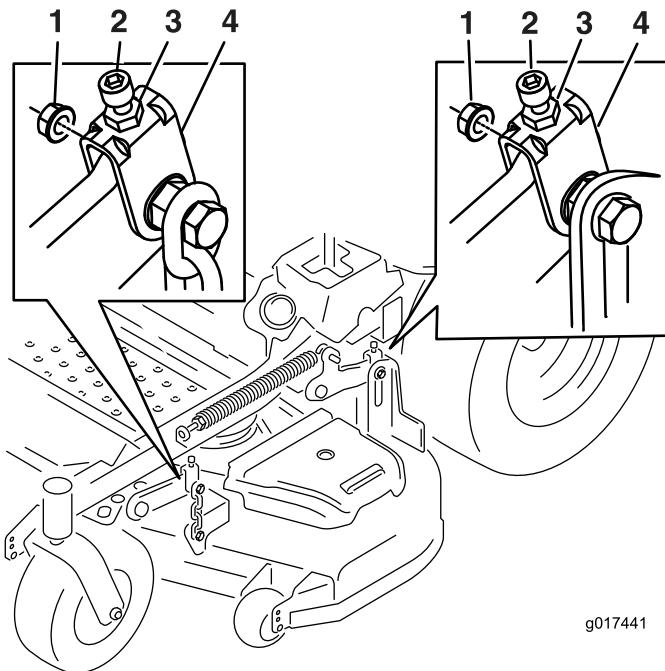

Bild 76
Einstellschraube, um eine Höhe von 7,6 mm zu erhalten (siehe Bild 76).
16. Drehen Sie den Einstellschraube, um eine Höhe von 8,3 mm zu erhalten (Bild 76).